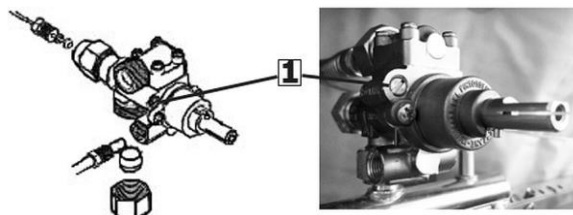

Fig. 9
1. Retirez le bouton rotatif et réglez la vis minimale ou de dérivation **1** (fig. 9).